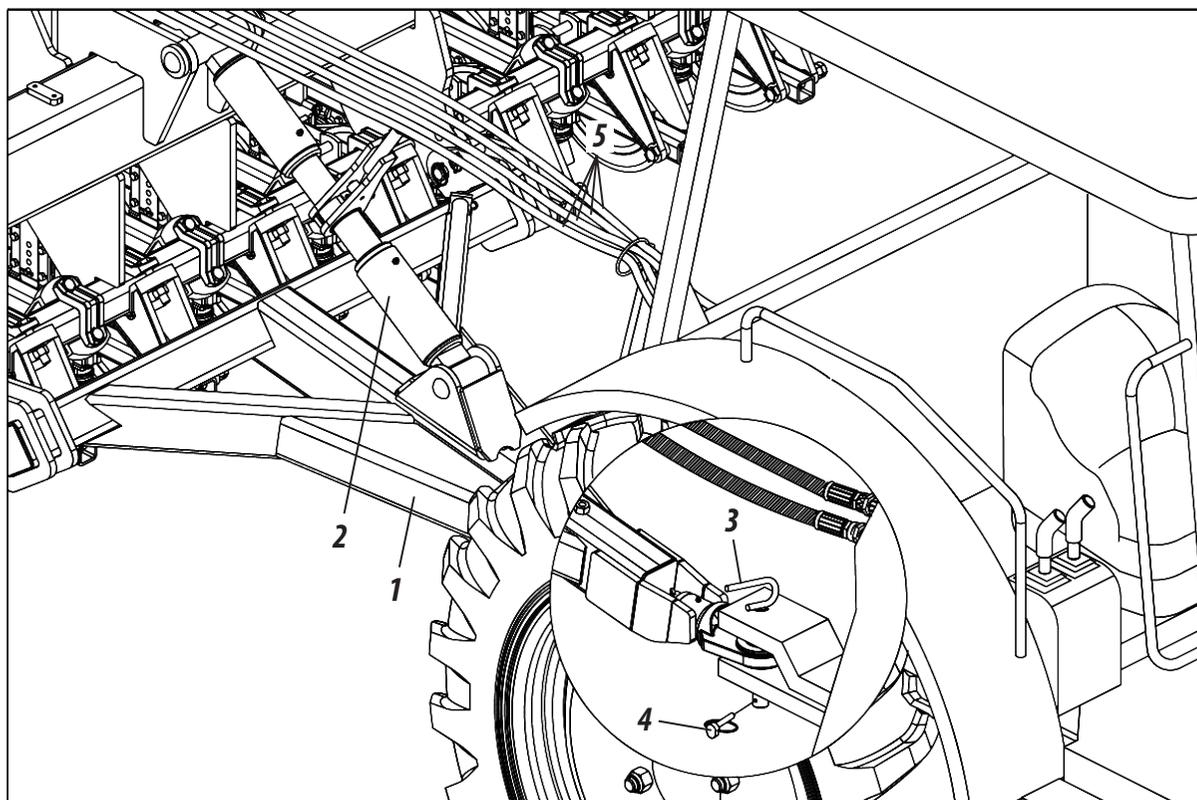

Figura 17
ENGATE AO TRATOR (FIGURA 17)
- 2- Depois, nivele o cabeçalho de engate (1) da semeadora em relação ao engate do trator através do regulador (2). Em seguida, aproxime-se lentamente ao trator a semeadora em marcha-a-ré, ficando atento a aplicação dos freios.
- 3- Em seguida, engate do cabeçalho de engate (1) ao trator, fixando-o através do pino de engate (3) e trava (4).
- 4- Depois, acople o restante das mangueiras (5) no engate rápido do trator, **conforme mostra a figura 17.**